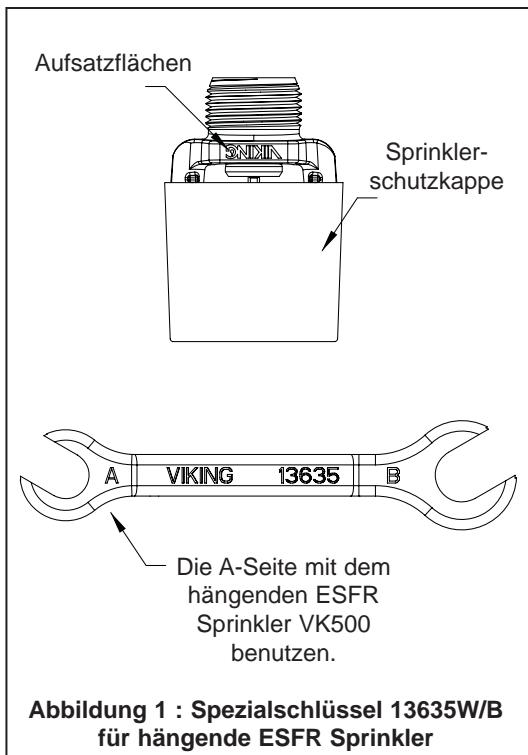

Abbildung 1 : Spezialschlüssel 13635W/B
- D. Nur den Spezialschlüssel 10285W/B oder 13635W/B (siehe Abb. 1) zum Einbau von hängenden ESFR Sprinklern VK500 benutzen! Den Spezialschlüssel auf die Sechskantflächen des Sprinklers, der durch die Plastikkappe geschützt ist, aufsetzen und Sprinkler festschrauben, ohne irgendwelche seiner Bauteile zu beschädigen.